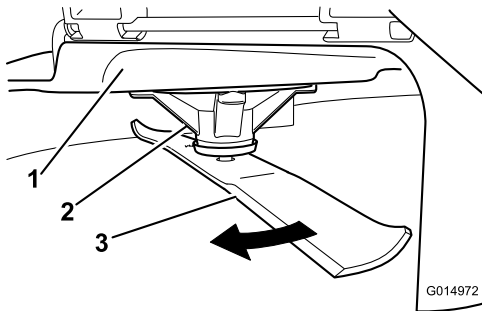

Figura 73
2. Indossando guanti dalla spessa imbottitura o altre protezioni idonee per le mani, ruotate lentamente la lama in una posizione che consenta di misurare la distanza tra il bordo di taglio e la superficie piana su cui si trova la macchina (Figura 73).